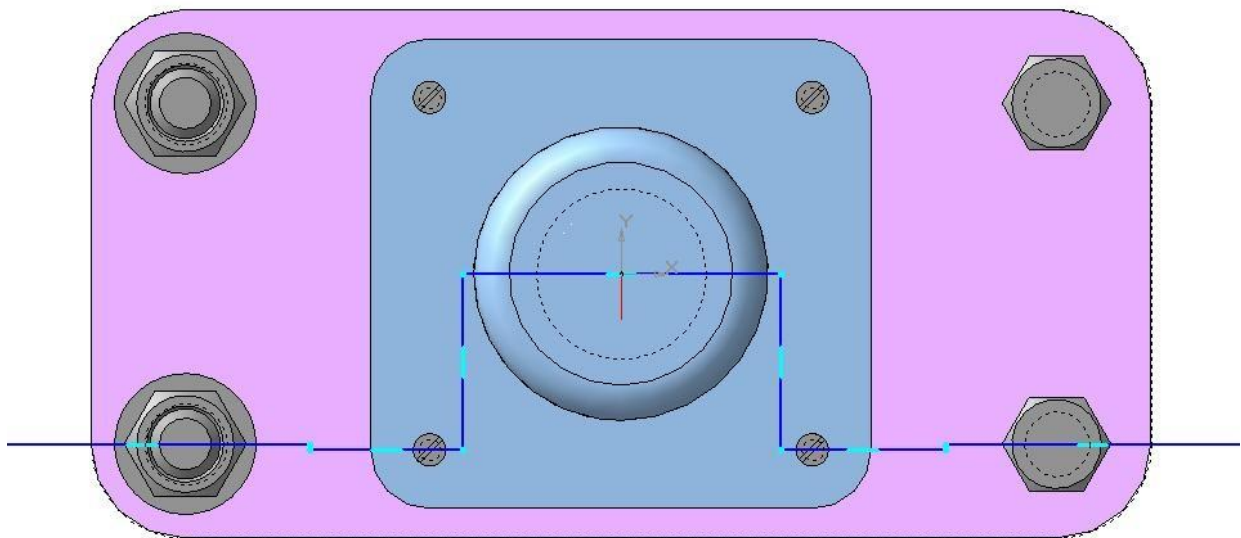

Рис. 28
3. Для выполнения полезного разреза укажите курсором плоскую грань детали «Плита», рис. 98, и выполните эскиз, рис. 28.